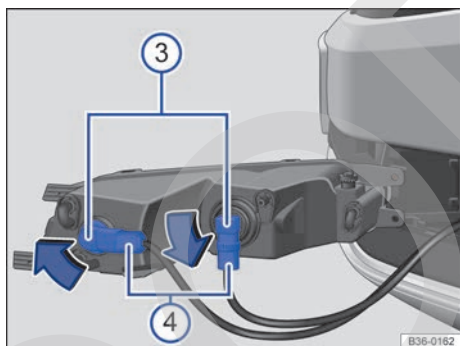

Fig. 231 Cambiar la lámpara del faro.
- 5 Tire del faro hacia delante y extráigalo del paragolpes → fig. 231.
- 6 Desbloquee el conector → fig. 231 de la lámpara averiada y desáccoplelo.
- 7 Para desbloquear la lámpara → fig. 231, gírela en el sentido de la flecha y extráigala del faro.
- 9 Coloque la lámpara → fig. 231 en el faro y gírela en el sentido contrario al de la flecha → fig. 231, hasta el tope, hasta situarla en su posición original.
- 10 Encaje el conector → fig. 231 en la lámpara hasta que oiga que ha encastrado.